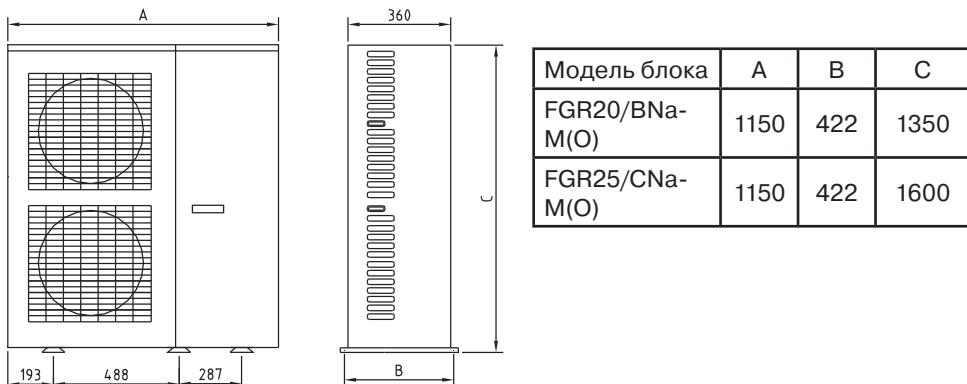

Рис. 9.2
9.2.1 Габаритные и установочные размеры наружных блоков моделей FGR20/BNa-M(O) и FGR25/CNa-M(O), рис. 9.2.